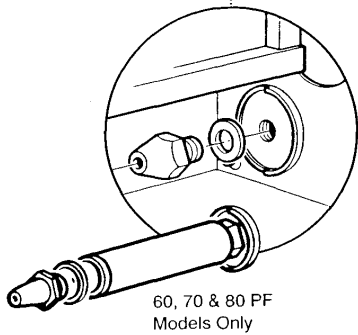

Fig. 114
10.11 Burner Injector (Fig. 114)